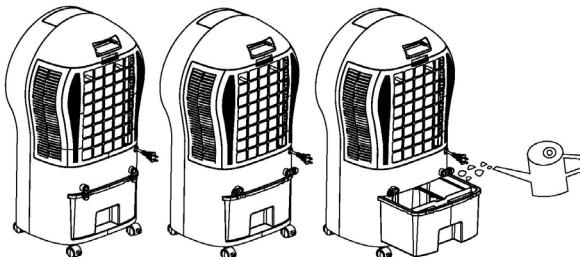

fig. 1
9. Llenado de agua: asegúrese de que la máquina esté desenchufada. Abra el tanque de agua y llene de agua (fig.1). Asegúrese de no exceder el nivel de agua más alto o caer por debajo del nivel de agua más bajo (fig.2). Use agua limpia del grifo.